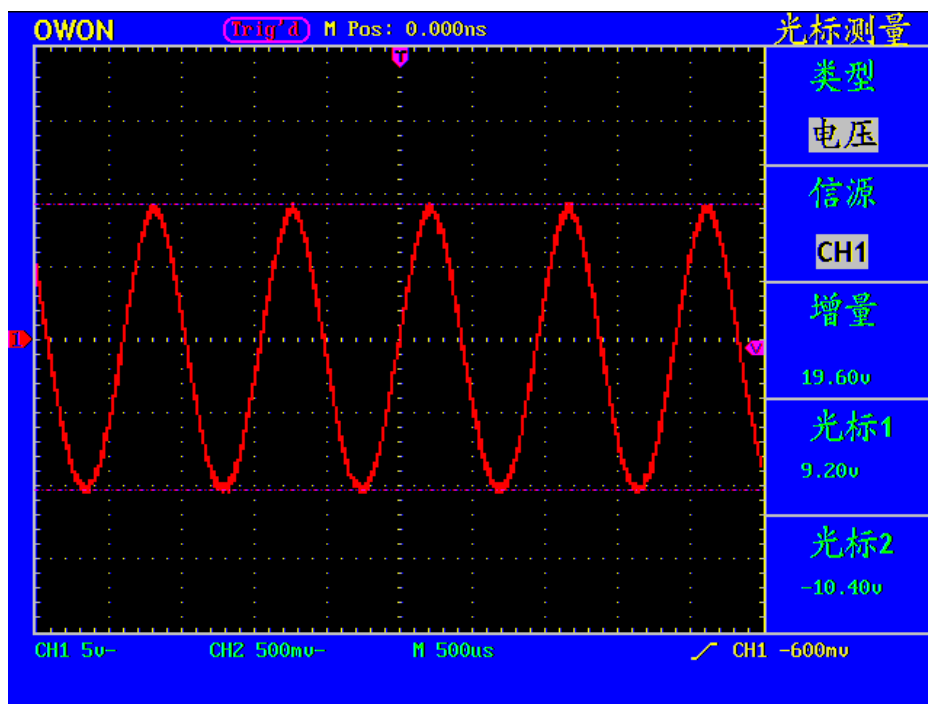

图60： 电压光标测量波形
- 4、根据被测波形调整**光标1**、**光标2**的位置，增量窗口显示光标1和光标2电压幅度差值的绝对值。光标1窗口显示光标1当前的位置，光标2窗口显示光标2当前的位置。见图60：